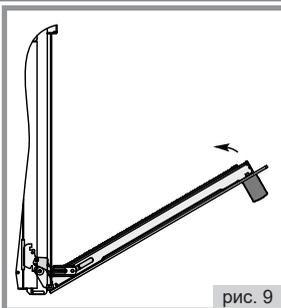

рис. 9
3. Прикрыть дверцу до упора, не прикладывая усилия, пока фиксатор не зафиксирует шарнир, см. рис. 9;